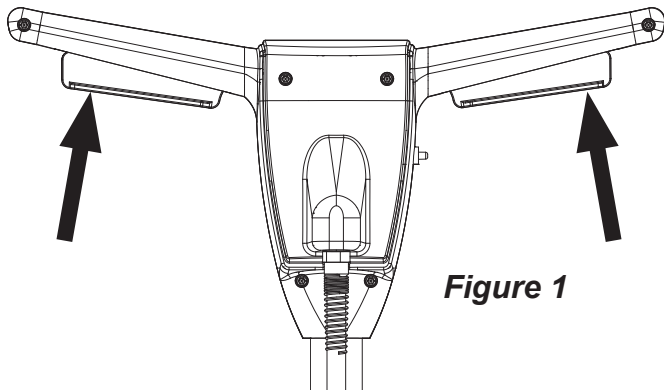

Figure 1
**Leviers Marche / Arrêt** (voir Figure 1).